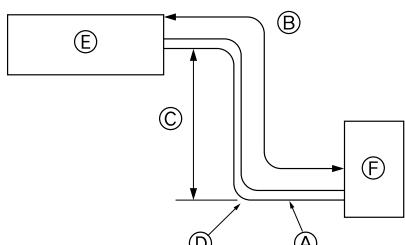

Fig. 2-1
① Tubazione lineare ×1
2.1. Tubazione del refrigerante (Fig. 2-1)